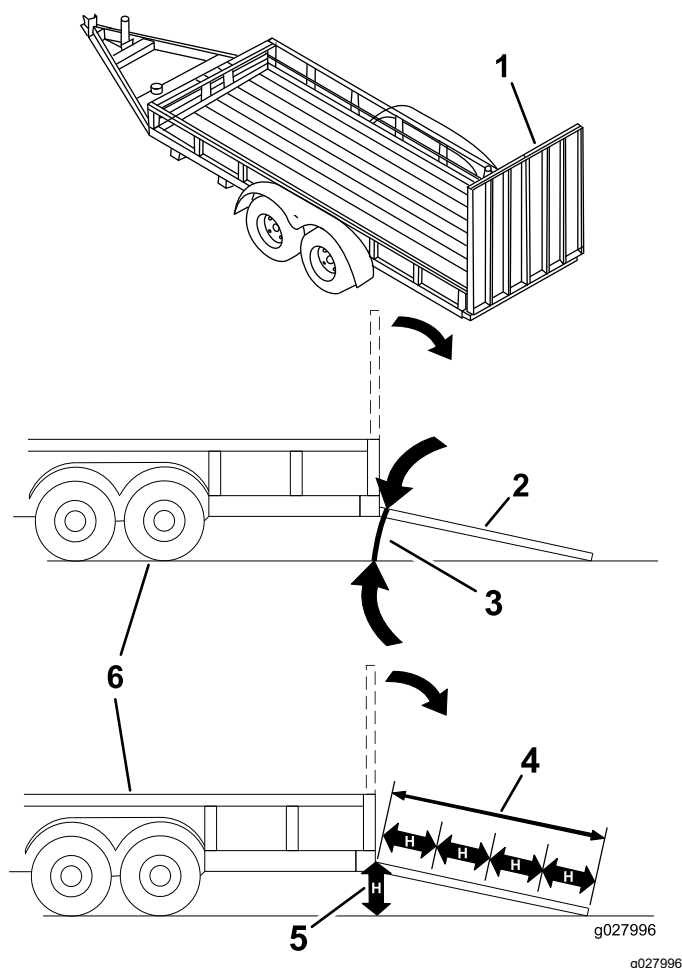

Figure 32
Le chargement de la machine sur une remorque ou un camion augmente le risque de basculement, et donc de blessures graves ou mortelles (Figure 32).
1. Abaissez la rampe pour que l'angle avec le sol ne dépasse pas 15 degrés (Figure 32).